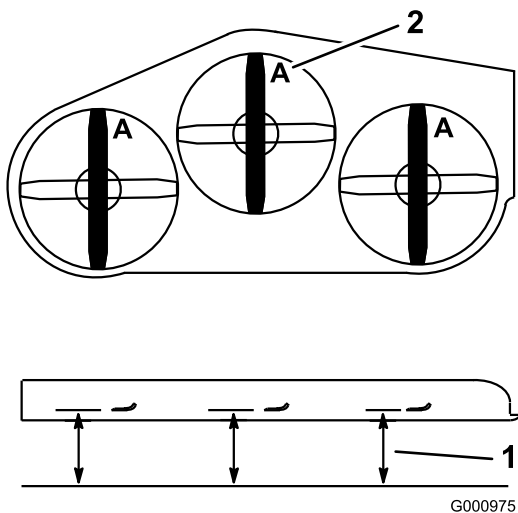

Figure 88
- Tournez les lames dans le sens longitudinal (Figure 88). Mesurez la distance entre la surface plane et le tranchant (position **A**) des lames (Figure 88). Notez cette valeur.